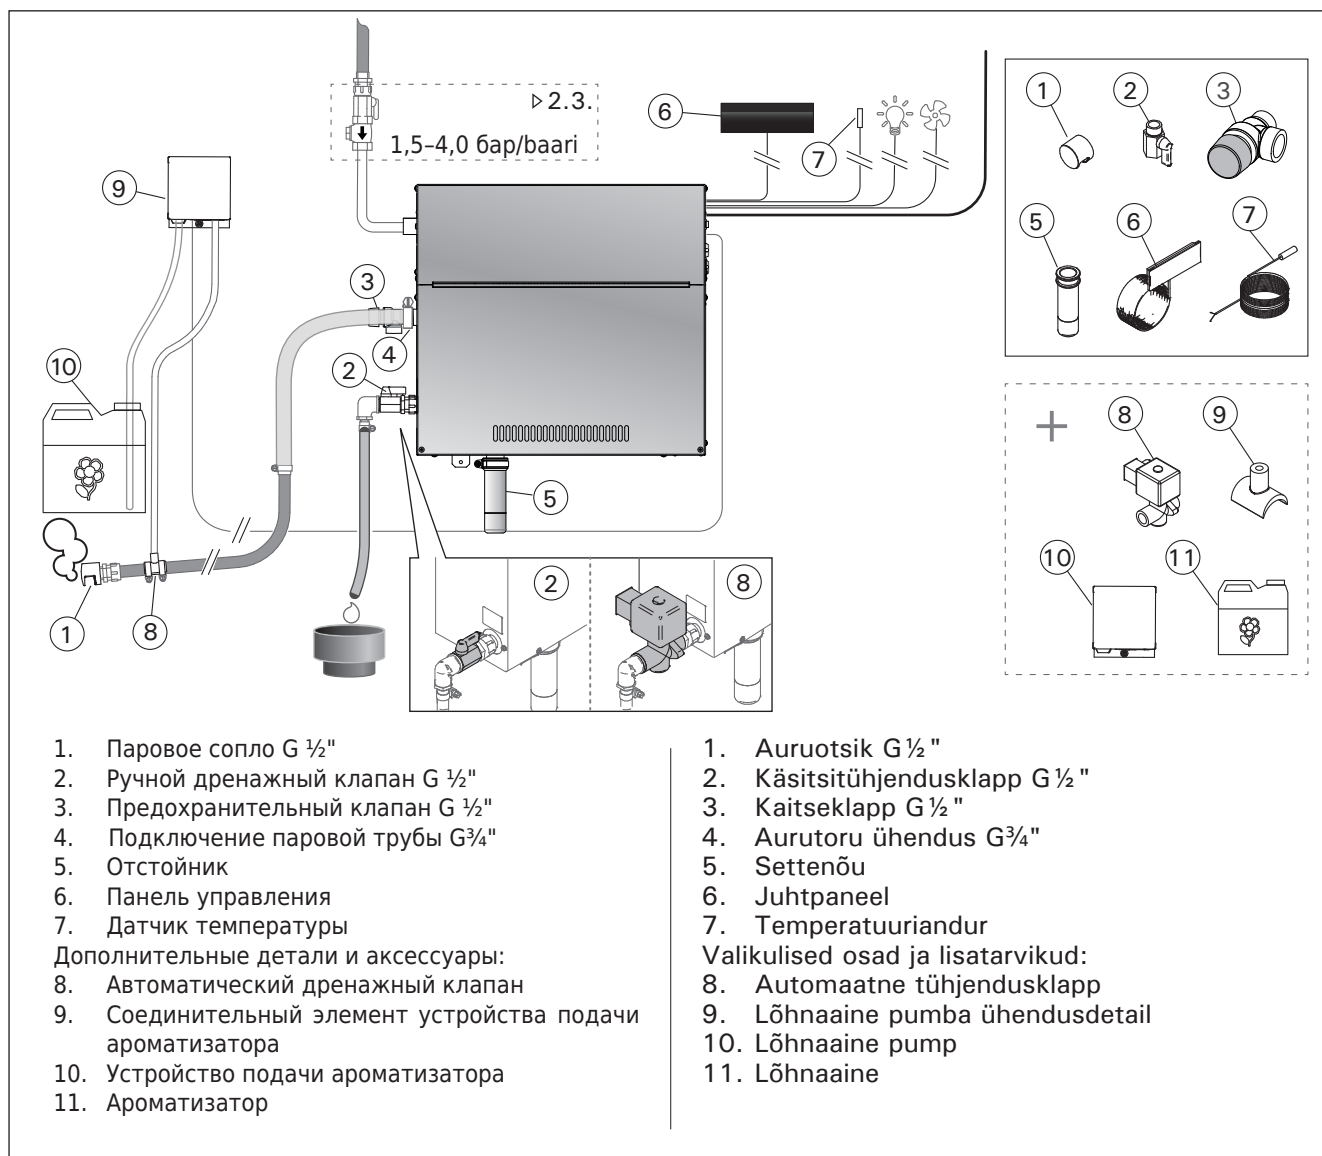

Рисунок 3.
Смотрите рисунок 3. Труба для подачи воды должна быть оснащена запорным вентилем и обратным клапаном.
**Пар должен беспрепятственно выходить из сопел. В случае блокировки паровых сопел и/или паропроводящих труб пар выходит из предохранительного клапана (рисунок 3).**
Данное устройство предназначено для подачи ароматического вещества в паропроводящую трубу. Соединение между подающим трубопроводом и паропроводящей трубой должно располагаться максимально близко к паровому соплу. Такой способ позволит максимально сократить количество возможных отложений ароматизатора в паропроводящей трубе со временем. См. рисунок 3. Схему подключения электропроводки см. на рисунке. 6.